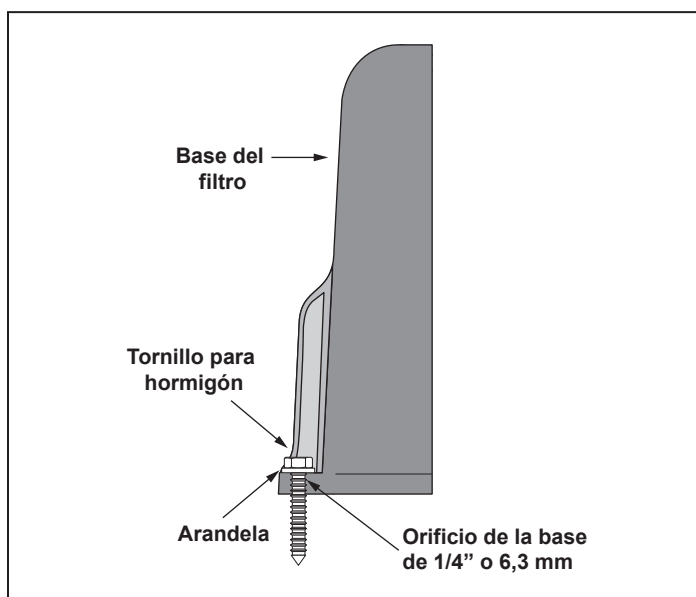

Figura 3. Instalación de los tornillos para hormigón
1. Después de colocar el filtro, perforo un orificio en cada uno de los cuatro (4) orificios de la base del filtro. (Debe obtenerse una broca para hormigón del tamaño correcto cuando se adquieren los tornillos para hormigón). Los tornillos para hormigón deben satisfacer todos y cada uno de los requisitos de los códigos de construcción aplicables.
2. Instale los tornillos y las arandelas para fijar el filtro en la base del equipo. Consulte la Figura 3. No apriete los tornillos en exceso.